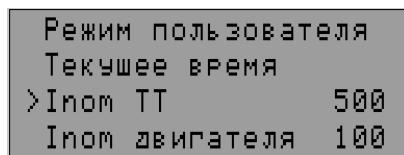

Рисунок 5.6 – Меню пользователя
- кнопками **ВВЕРХ** или **ВНИЗ** выбрать необходимый параметр (на рис. 5.6 выбран параметр "Inom TT" – номинальный ток ТТ);